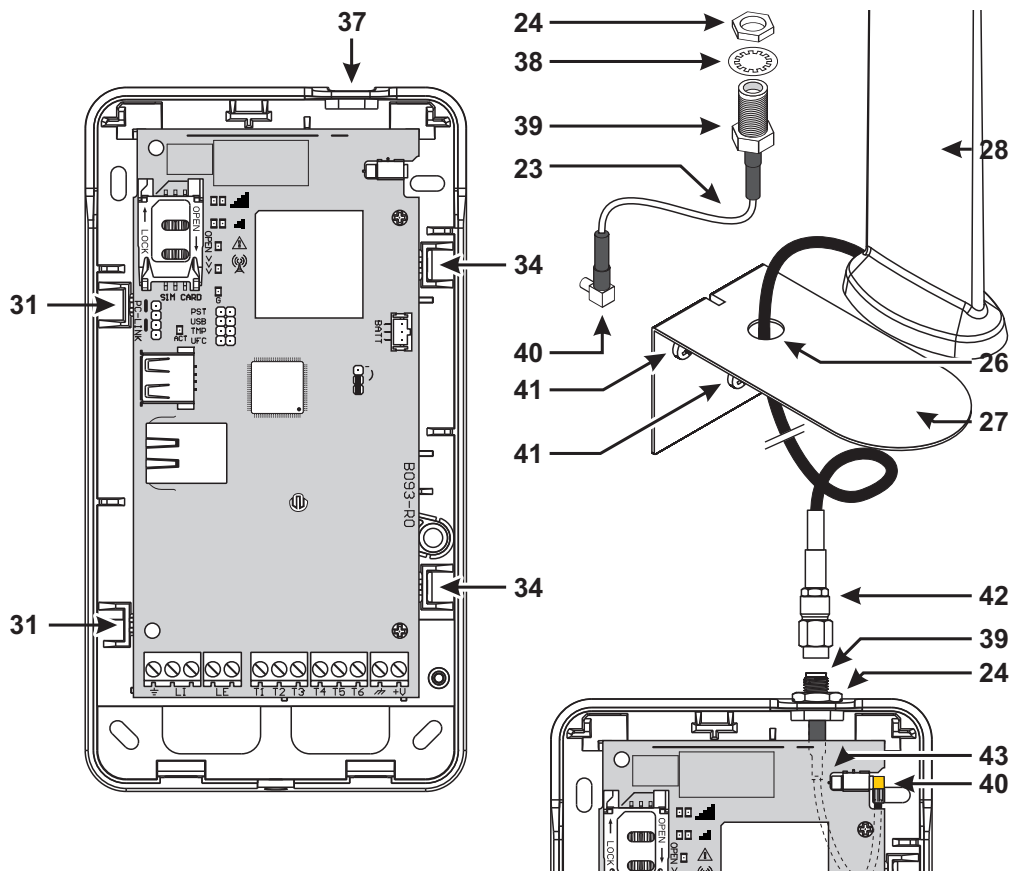

Figura 4 – Montaggio dell'antenna **ANTLTE-02**.
L'antenna **ANTLTE-02** ha un guadagno maggiore dell'antenna integrata dei Comunicatori e può essere montata al chiuso in un raggio di 2 metri di distanza dal comunicatore, consentendo di migliorare la ricezione del segnale cellulare, come descritto di seguito e illustrato in Figura 4.
*Assicurarsi che il cavetto adattatore segua il percorso mostrato in Figura 4.*